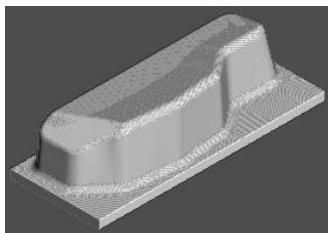

图 5-98 仿真加工结果 6
2) 在“仿真”工具栏的“当前刀具路径”下拉列表中选择要模拟的刀具路径 finish4, 然后单击“执行”按钮 , 系统开始自动仿真加工, 仿真加工结果如图 5-98 所示。